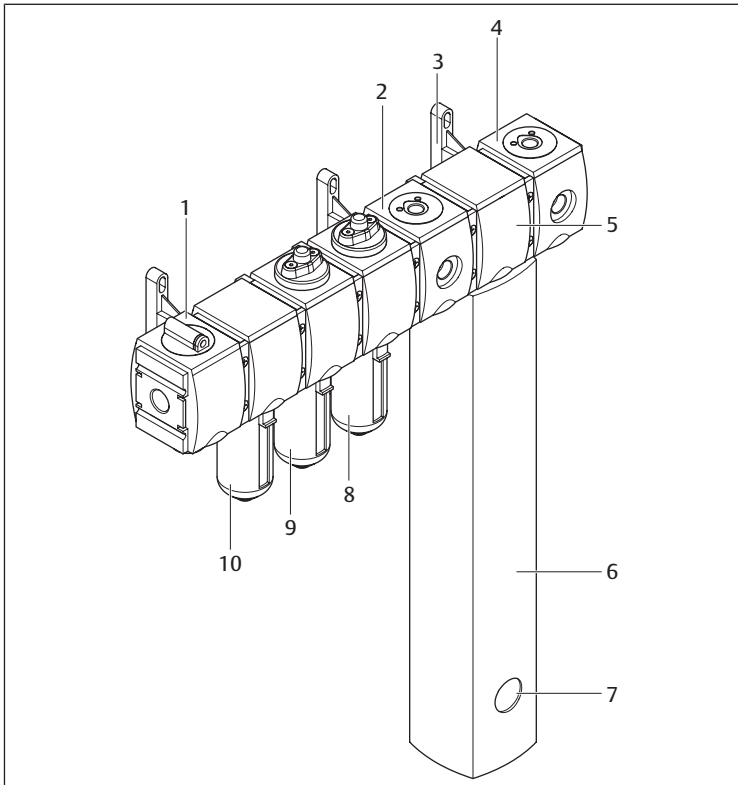

Bild 1: Montera och ansluta membrantork
- Spolluftsöppningen (se → Bild 1 (7)) får inte förslutas.